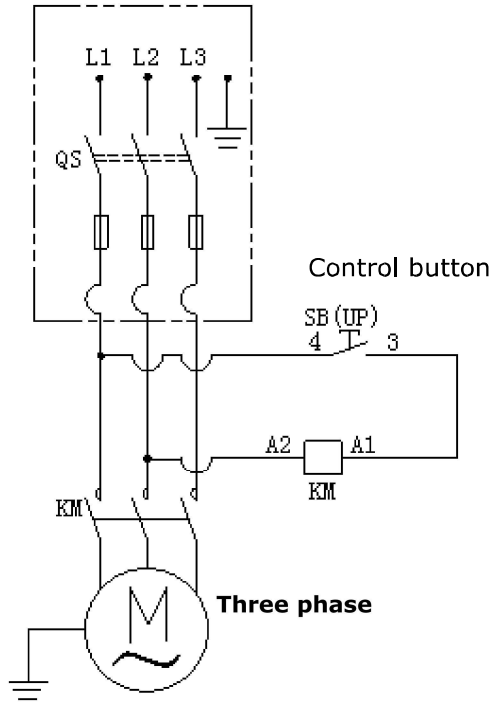

Fig. 37
1. Circuit diagram (See Fig. 37)